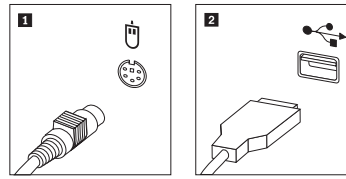

图 34. 更换鼠标
3. 找到鼠标接口。请参阅图 34 和第 5 页的『找到计算机前部的控件和接口』或第 6 页的『找到计算机后部的接口』。